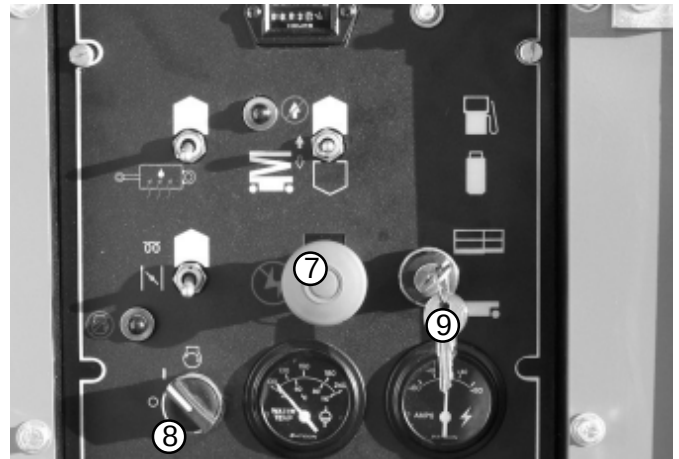

Fig. 10.2
1. Tryck in **nödstoppsknappen** (7) och sätt **startbrytaren** (8) i läge "Från" tag därefter bort nyckeln (9) (se fig. 10.2)